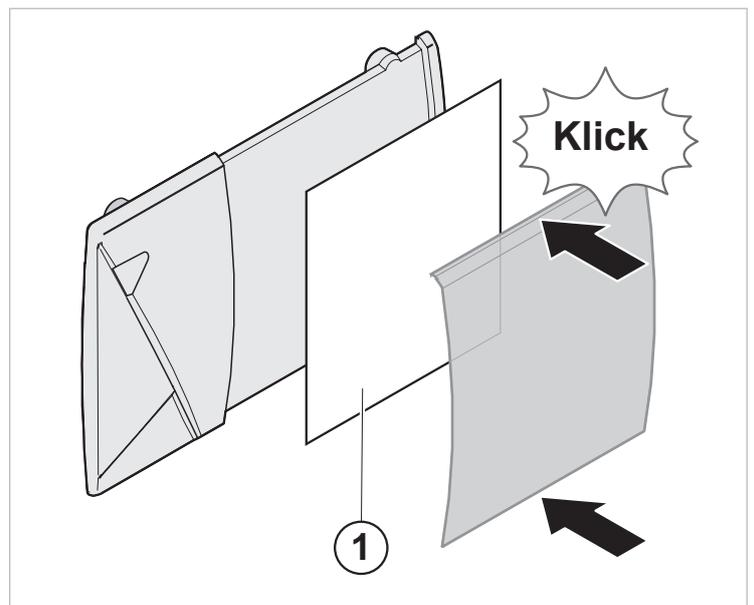

Fig. 11 Namensschild einlegen und Abdeckung schliessen
4. Namensschild (1, Fig. 11) unter der Abdeckung einlegen.